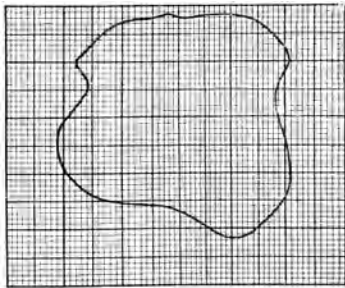

Fig. 19.
**Anleitung.** a) Zeichne auf ein Blatt Millimeterpapier (10 cm × 10 cm) einen beliebig gestalteten Umriß (Fig. 19).